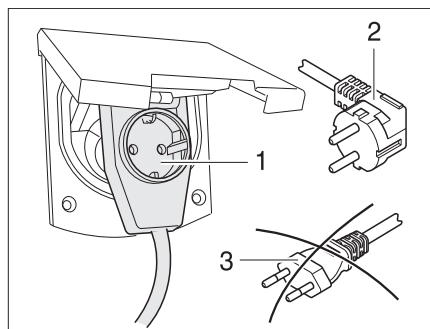

Fig. 200 Conexión a un conector con salida lateral del cable con caja de enchufe
- ▶ Al utilizar un acoplamiento acodado CEE 17, con caja de enchufe incorporada en el lado trasero (Fig. 200,1), emplear únicamente un conector IP 44 de goma impermeable, con contacto protector (Fig. 200,2). No utilizar conector sin contacto protector (Fig. 200,3). ¡Peligro de electrocución!